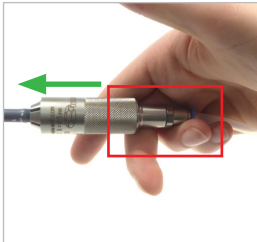

Figure 8
- Saisissez le connecteur par sa partie inférieure (pos. 2) et le flexible avec une main (voir la zone entourée en rouge) et appuyez contre la pièce d'essai (flèche verte, figure 8). Tirez le manchon coulissant (pos. 1) vers l'arrière.